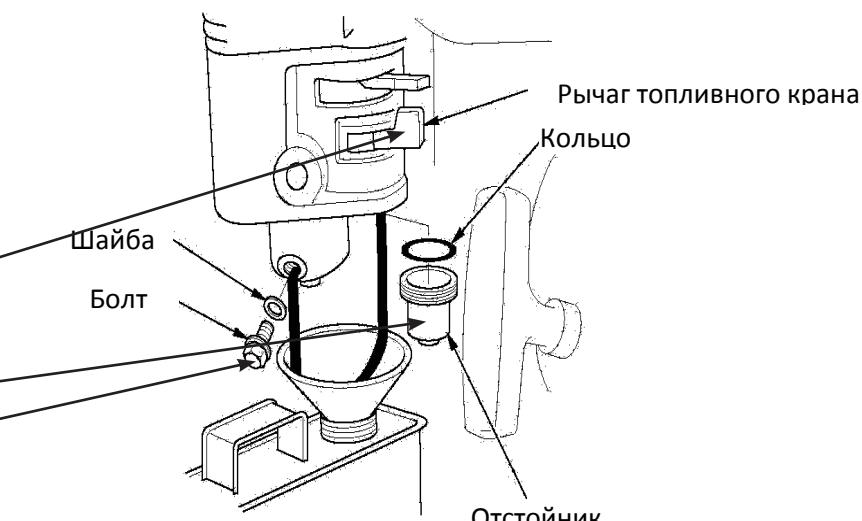

Рис.11
ОЧИСТКА ФИЛЬТРА-ОТСТОЙНИКА КАРБЮРАТОРА (Рис.11)
1. Установите топливный рычаг в положение Off (закрыто) Рис.11